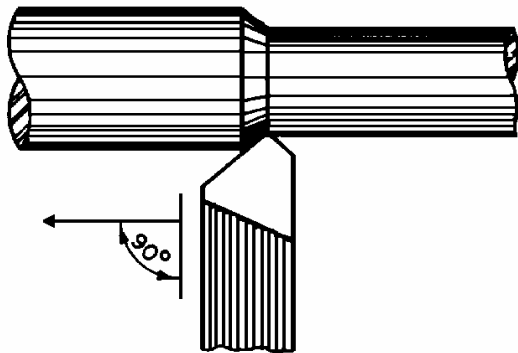

Fig.4
a) Ferramenta de desbastar (figs. 4 a 7).